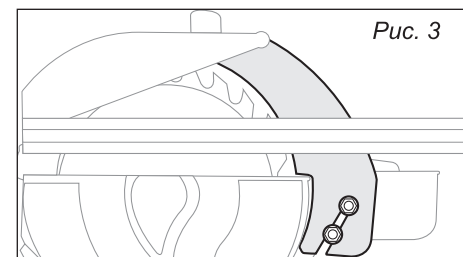

Рис. 3
- Навернуть гайки на резьбовые стержни, установить шайбы (рис. 3);